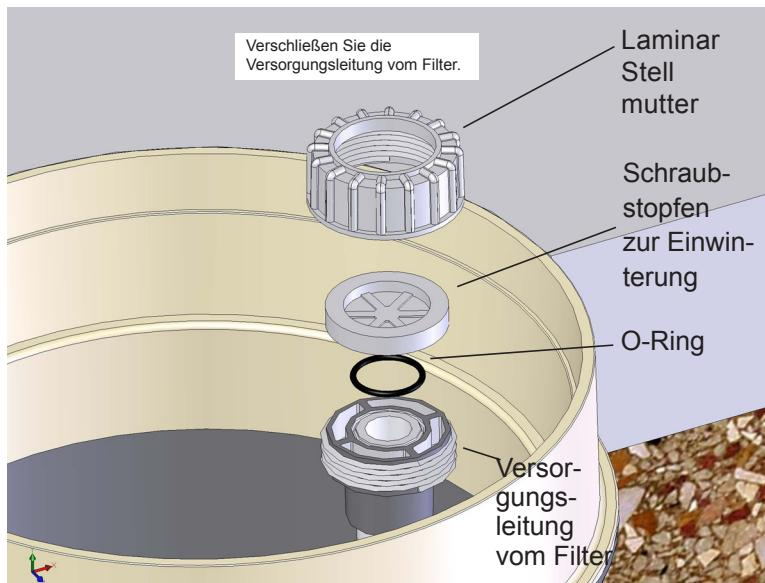

Abbildung 6
7. Verwenden Sie die Überwurfmutter und den Stopfen, um die Versorgungsleitung vom Filter zu verschließen (Abbildung 6).